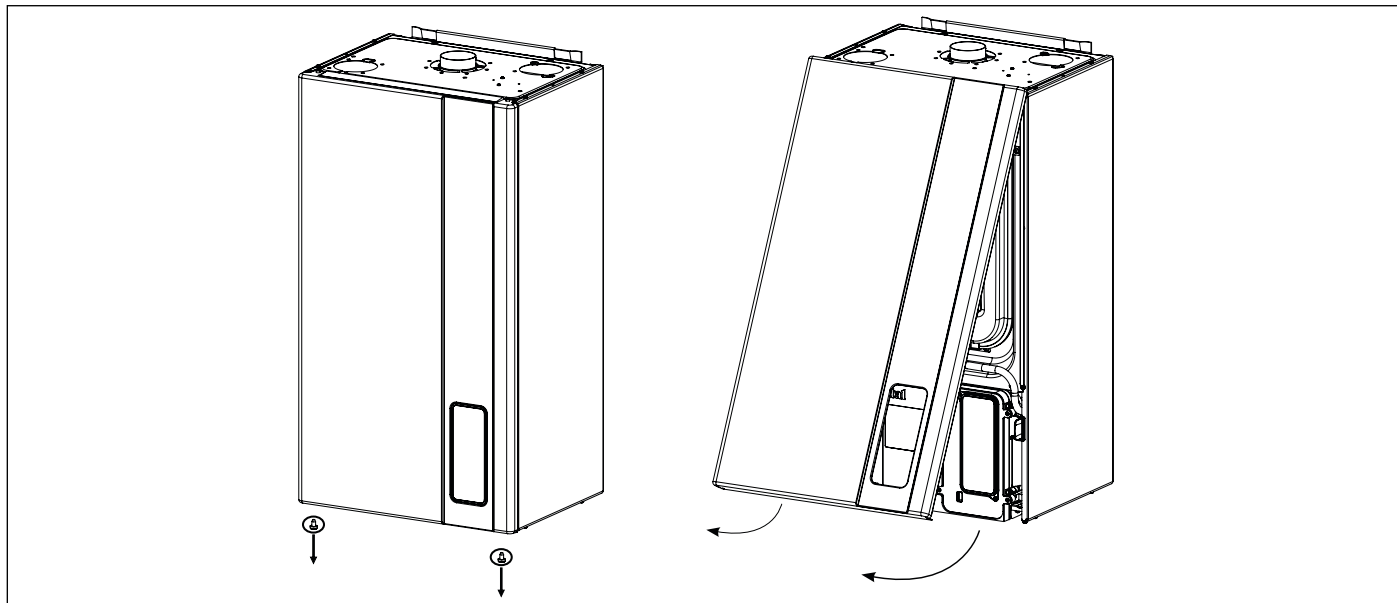

Рис. 43 Зняття передньої панелі
- Зняти передню панель котла (дивись Рис. 43 Зняття передньої панелі).